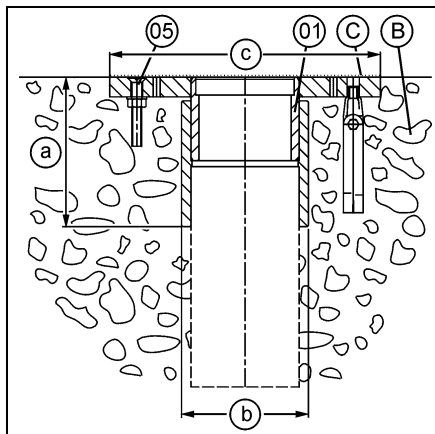
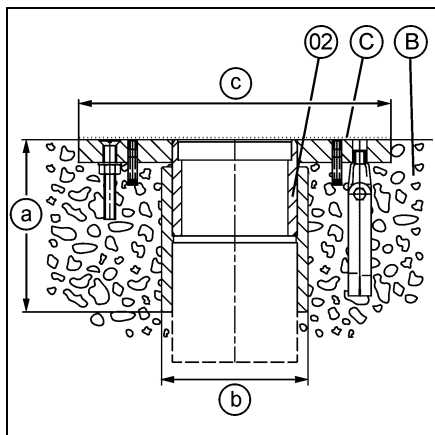
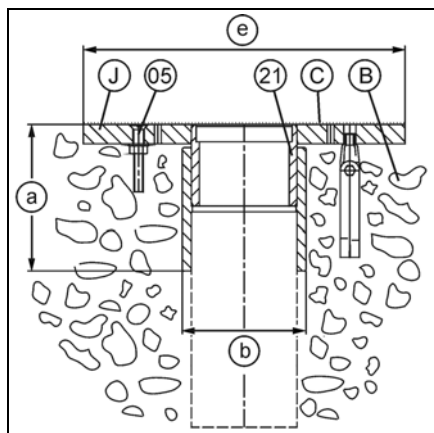

Fig. 1
Fig. 2
Fig. 3
véase Fig. 1, Fig. 2 y Fig. 3.
El juego de montaje está disponible en las versiones para piscinas de concreto embaldosadas (01) (Fig. 1), piscinas de concreto con lámina (02) (Fig. 2), así como para piscinas en concreto con capa sellante (21) (Fig. 3).
Retirar la lámina de protección C (Fig. 1) del juego de montaje (01).
Retirar la lámina de protección C (Fig. 1) del juego de montaje (02).
Retirar la lámina de protección C (Fig. 1) del juego de montaje (21).